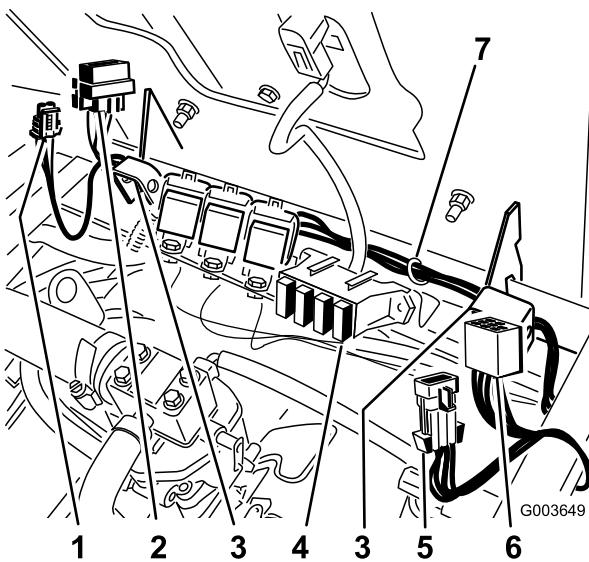

Bild 32
- Verlegen Sie den Kabelbaum vom Schalter entlang des Sitzscharniers bis zum vorher am Ventil montierten Relais (Bild 32).
Setzen Sie die Sicherung in die rechte Fassung im Sicherungsblock ein (Bild 32).